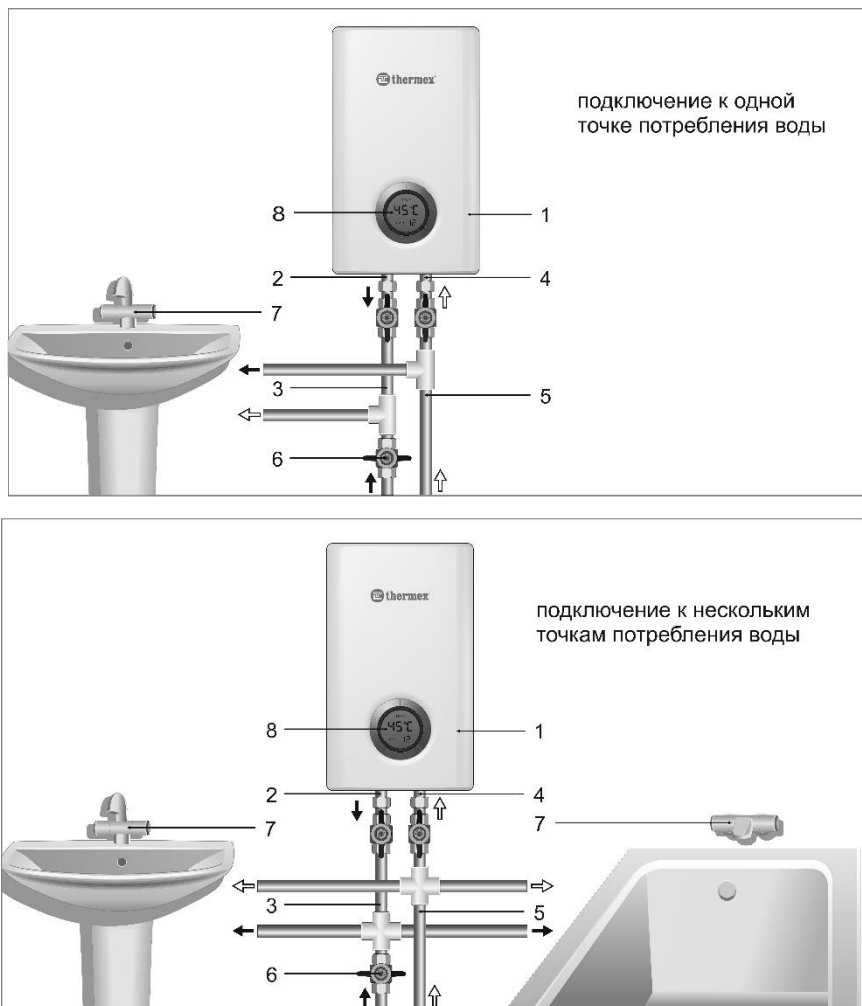

Рис.3 Схема подключения ПЭВН к водопроводу.
4. Для выключения водонагревателя нужно закрыть кран горячей воды на смесителе (п. 7, Рис.3), датчик давления автоматически разомкнёт цепь подачи электроэнергии к нагревательному элементу, при этом экран на лицевой панели погаснет (п. 8, Рис.3). Установленные температурные настройки сохраняются при последующем включении.